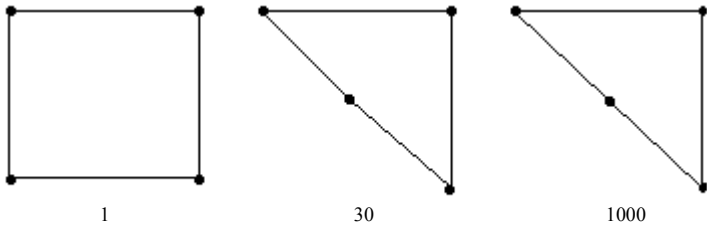

图 5.4.14 四边形网格 Jacobian Ratio (二)
- 能够满足四边形单元或块单元的 Jacobian Ratio 为 1, 需保证所有的边都平行或任何边上的中间节点都位于两个焦点的中间位置。图 5.4.14 所示的是 Jacobian Ratio 为 1、30、1000 时的四边形网格 (二), 此四边形网格可以生成 Jacobian Ratio 为 1 的六面体网格。